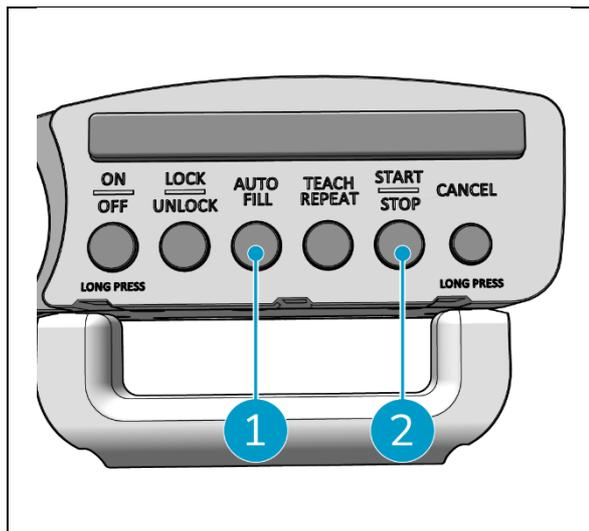

Figura 24
1. Prima o botão Preenchimento automático (Figura 24, pos. 1). O botão Auto Fill (Preenchimento automático) fica branco.
2. Guie o i-walk à volta do limite da área que pretende limpar. Quando chegar ao ponto de partida, o botão Iniciar/Parar (Figura 24, pos. 2) piscará a azul.